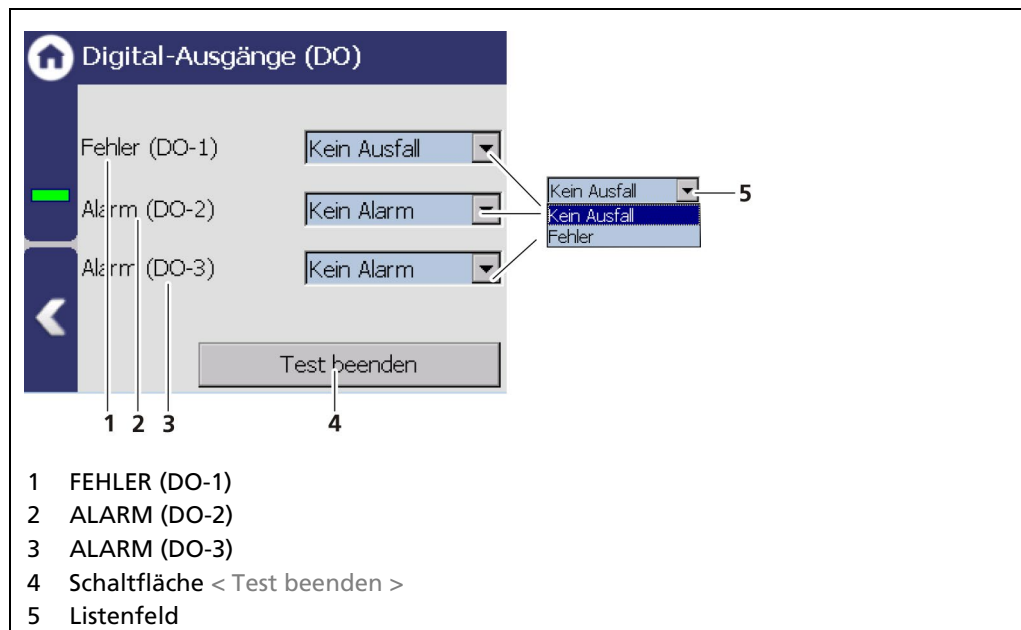

Abb. 127 Digital Ausgang Simulation
1. Klicken Sie auf das Listenfeld (Abb. 127, Pos.5) und wählen Sie „Fehler“ bzw. „ALARM“ für die Simulation aus.
2. Klicken Sie auf die Schaltfläche < Test beenden > (Abb. 127, Pos.4) um die Simulation zu stoppen.